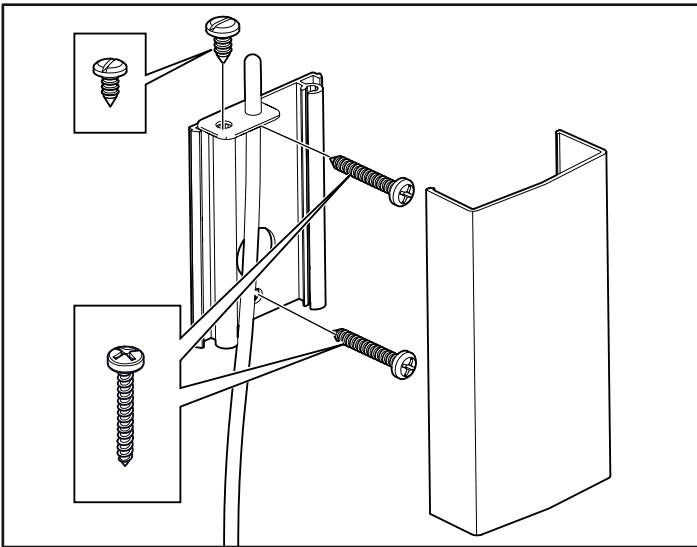
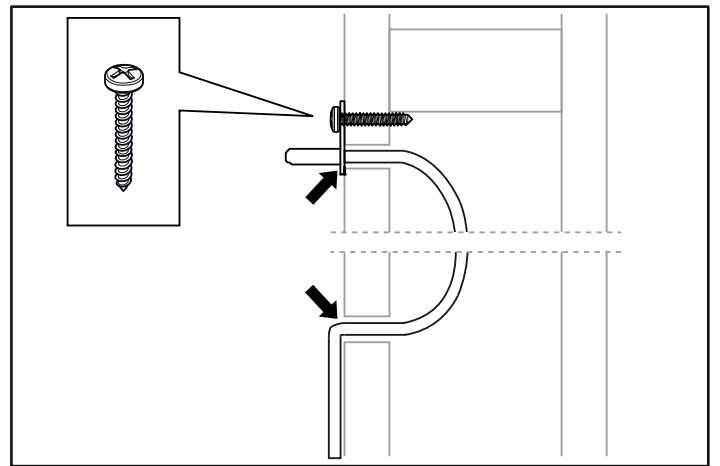

Fig. 15 : Montage du capteur
Fig. 16 : Boucher les orifices, le cas échéant
- Installer le capteur sur la cloison, voir la figure 15. Le câble du thermistor peut également passer à travers la cloison. Boucher, le cas échéant, les orifices dans la cloison derrière le capteur, voir la figure 16, page 23. Il est possible de prolonger le câble du thermistor en utilisant un câble (2 conducteurs) basse tension, à l'extérieur du sauna.